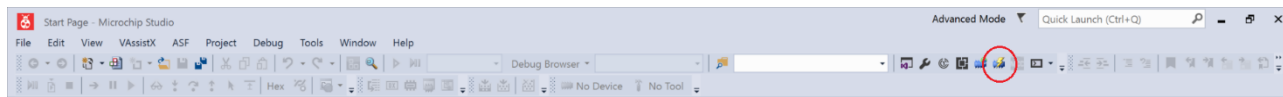

Рисунок 1. Переход в окно программирования
1.3.2.2 На ПЭВМ запустить программу Microchip Studio, нажать на панели инструментов (рисунок 1) кнопку программирования: